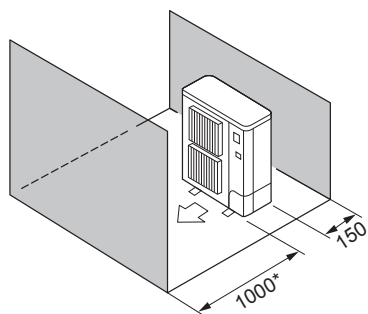

Fig. 2-7
- ⑤ Hindringer kun foran og bak (fig. 2-7)